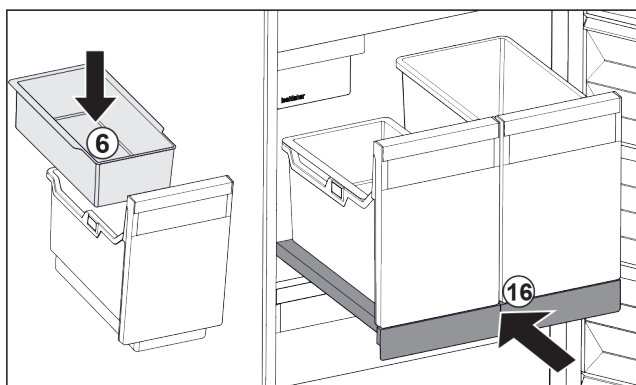

Fig. 87
- ▶ Introduceți tava suspendată Fig. 87 (6) pentru cuburi de gheață.
- ▶ Inșerați raftul extractibil cu recipientele (IceTower). Fig. 87 (16)